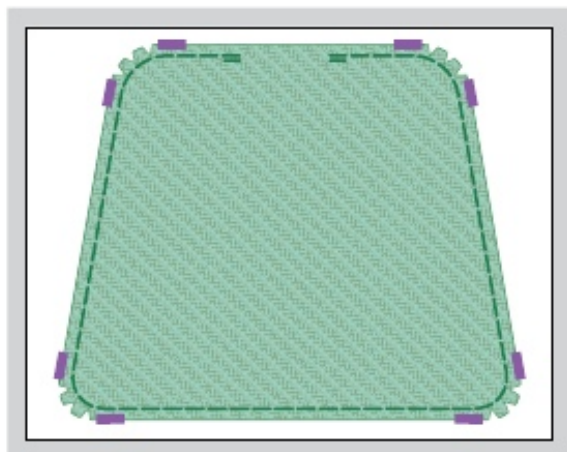

Рис. 140. Соединение деталей подушки для стула
2. Стачать по контуру вручную петлеобразными стежками (назад иглу), оставив незашитым участок длиной около 10 см для вывёртывания и набивки. Припуски на шов на закруглениях надсечь, вырезая кончиками острых ножниц маленькие треугольники, чтобы припуски после вывёртывания не создавали излишнюю толщину. Нельзя перерезать строчку! (рис. 140).